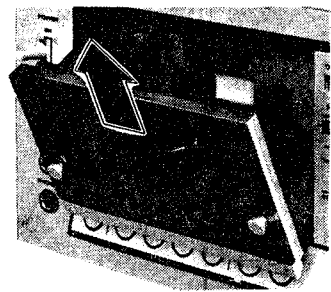

Fig. 1 Abb. 1
1. **Cassette lid (Fig. 1)**
1. **Cassettenfachdeckel (Abb. 1)**
1. **Volet de cassette (Fig. 1)**